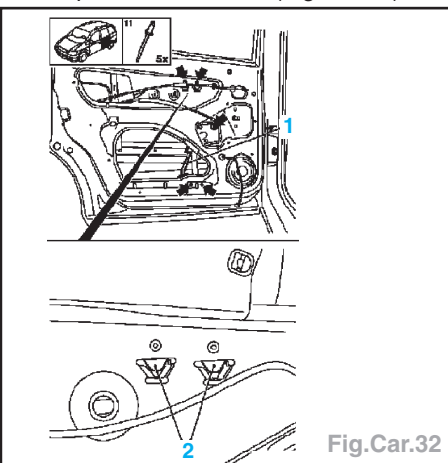

Fig.Car.32
- Sur véhicule avec lève-vitre électrique : Percer les 5 rivets de fixations (flèches) et déposer le lève-vitre (Fig.Car.32).
Sur véhicule avec lève-vitre électrique, arrêt (2) (Fig.Car.32).